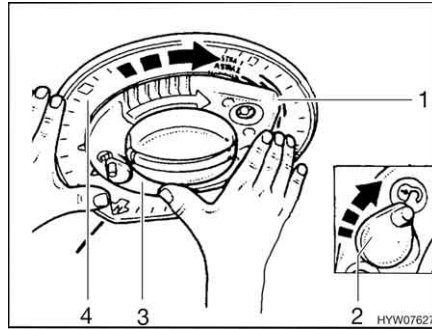

Fig. 17 Rotazione dell'antenna
- Ruotare il bloccaggio (Fig. 17,2) del dispositivo di rilevamento in posizione "V".
- Mantenere l'anello di fissaggio per la posizione (Fig. 17,4) nella sua posizione e ruotare il dispositivo di rilevamento (Fig. 17,3) finché la punta del dispositivo di rilevamento (Fig. 17,1) non indica il centro del segmento colorato del satellite desiderato. (Fig. 17).